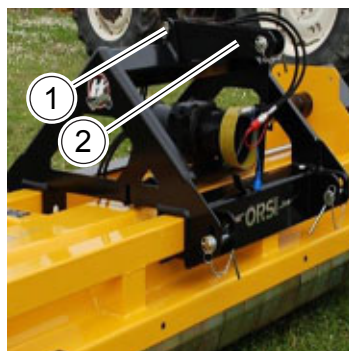

Fig.33
- Togliere il perno (1, "Fig.33").
- Estrarre e ruotare l'attacco (2, "Fig.33")
- Reinserire nella sede l'attacco e bloccarlo con il perno (1, "Fig.33") e la relativa coppiglia;
- Remove the pin (1, "Fig.33").
- Pull out and rotate the linkage (2, "Fig.33")
- Insert again the attack in the seat and lock it with the pin and the relative pins (1, "Fig.33").
- Enlever l'axe (1, "Fig.33").
- Sortir et tourner l'accrochement (2, "Fig.33")
- Remettre dans son siege l'accrochement et le bloquer avec l'axe et la goupille relative (1, "Fig.33").
- Entfernen Sie der Bolzen (1, "Fig.33").
- Auszug und drehen Sie den Angriff (2, "Fig.33")
- Setzen Sie die Sitzbefestigung und verriegeln Sie ihn mit dem Stift und dem entsprechenden Stift (1, "Fig.33").
- Quitar el perno (1, "Fig.33").
- Samachine y girar el enganche (2, "Fig.33")
- Reinserir en su sede el enganche y bloquearlo con el perno y su copete (1, "Fig.33").
- Retirar o pino (1, "Fig.33").
- Puxar para fora e rodar o acoplamento (2, "Fig.33")
- Reinsira o acoplamento na caixa e prendo-o com o pino (1, "Fig.33") e o seu pino de contrapino;